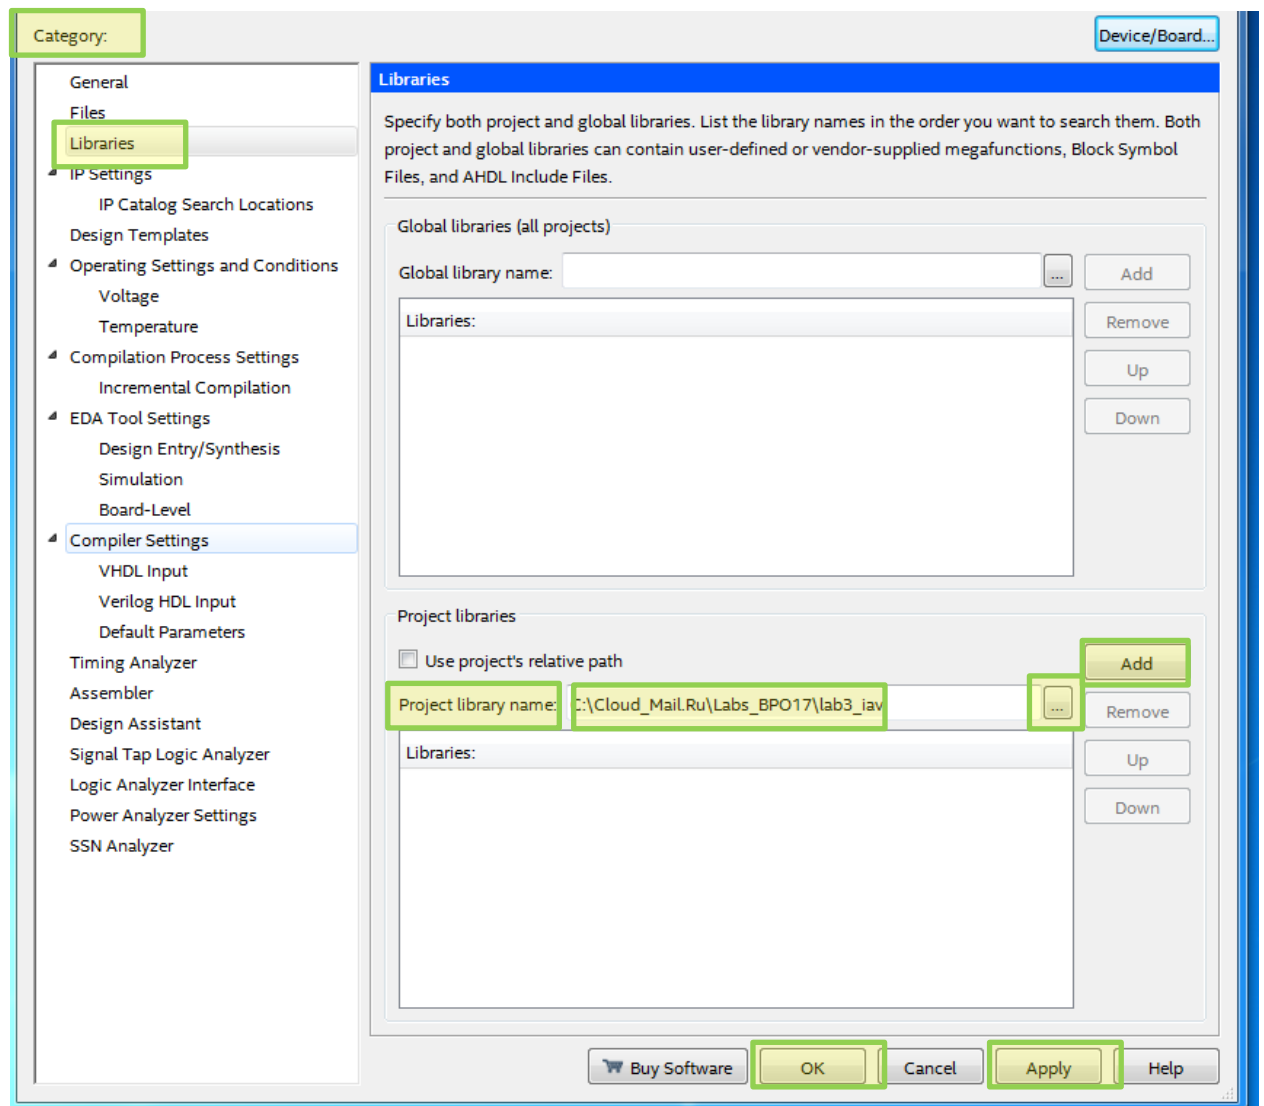

Рис.3 Окно для подключения внешней библиотеки
2.3. В открывшемся окне, в строке **Project library name**, через поисковую кнопку  выберите папку с проектом **lab3\_iav** (рис. 3) и добавьте в текущий проект с помощью кнопки «Add».